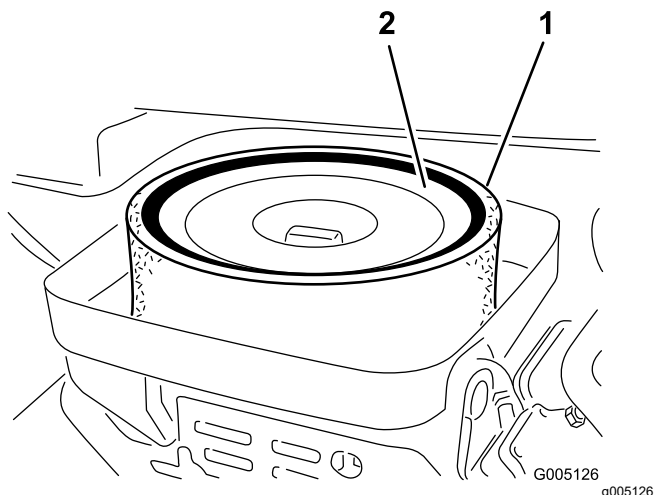

Figura 35
3. Retire a porca de orelhas que fixa os elementos de filtragem ao corpo do filtro de ar (Figura 35).
4. Se o elemento de esponja se encontrar sujo, deverá retirá-lo do elemento de papel (Figura 35). Limpe-o cuidadosamente, da seguinte forma: